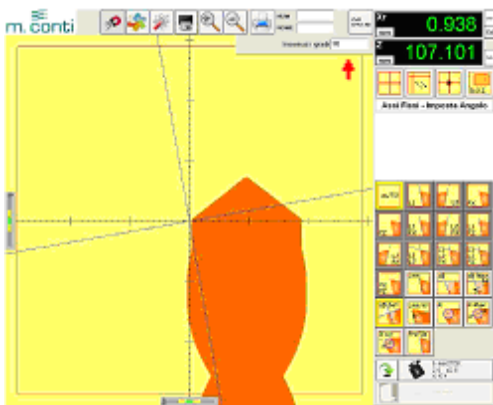

fig. G13
- Sélectionner la fonction et l'écran affiche deux lignes perpendiculaires entre elles (fig. G13)
- 1) En double-cliquant avec le bouton gauche de la souris sur (fig. G13), l'écran affiche un clavier pour permettre d'entrer la valeur nominale de l'angle désiré.